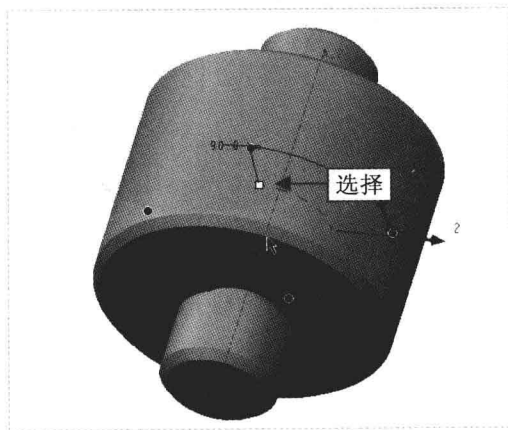

图 14-41 选择 A_2 轴
Step 15 按住【Ctrl】键的同时,在模型树中选择“拉伸 1”选项和“倒圆角 1”选项,单击鼠标右键,在弹出的快捷菜单中选择“组”命令,新建一个组;单击“编辑”面板中的“阵列”按钮,弹出“阵列”选项卡,设置阵列类型为“轴”阵列,在绘图区选择 A_2 轴,如图 14-41 所示。